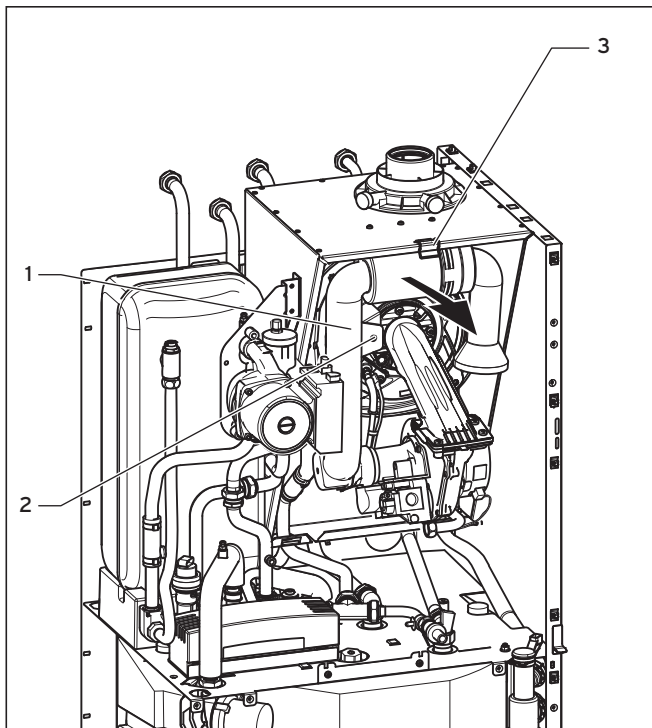

Fig. 6.4 Rabat du prolongateur du tuyau d'aspiration
- Basculez la rallonge du flexible d'aspiration (1, Fig. 6.4) de nouveau vers le haut.
- Fixez la rallonge du flexible d'aspiration (1, Fig. 6.4).